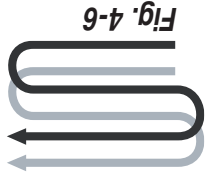
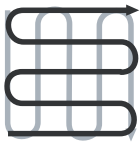

Fig. 4-6
Fig. 4-7
- Pour préparer des semis, passez deux fois sur le premier rang, puis chevauchez les passages suivants d'une demi-largeur du motoculteur (voir la Fig. 4-6). Effectuez un deuxième passage perpendiculaire, comme à la Fig. 4-7. Vous obtiendrez de meilleurs résultats en faisant chevaucher chaque passage (dans une terre très compacte, trois ou quatre passages pourront être nécessaires pour pulvériser la terre).